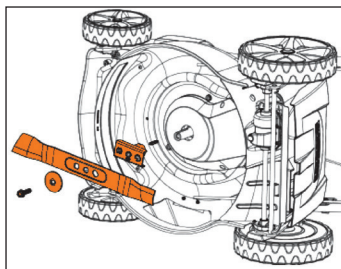

Рис. 20
- Для замены ножа (Рис. 20) газонокосилки положите ее набок.